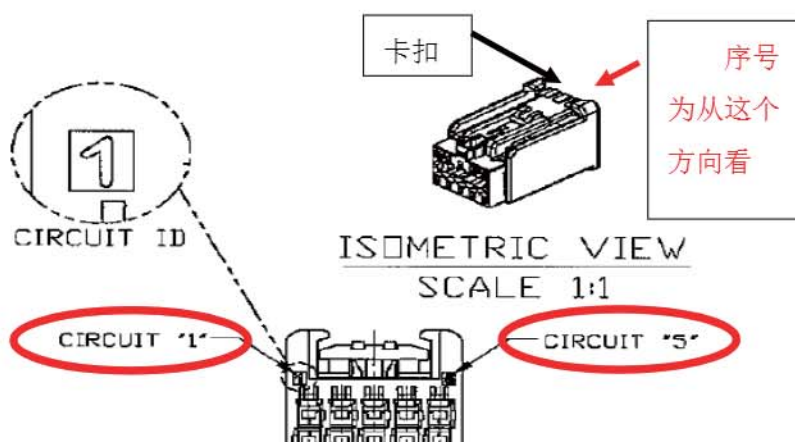

图 17
**拆卸旋变及温度传感器接插件：**按下卡扣将下图17所示旋变及温度传感器接插件拔出，该接插件的引脚定义如下所示